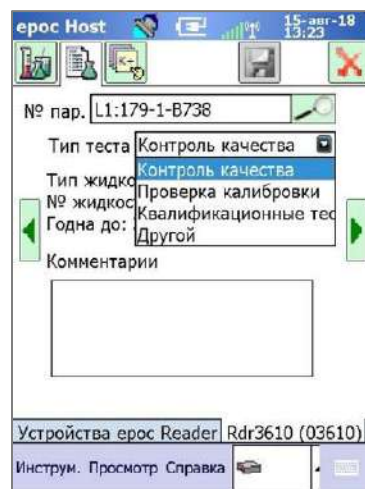

Рис. 20.
5. Выберите тип теста в раскрывающемся меню (рис. 20).